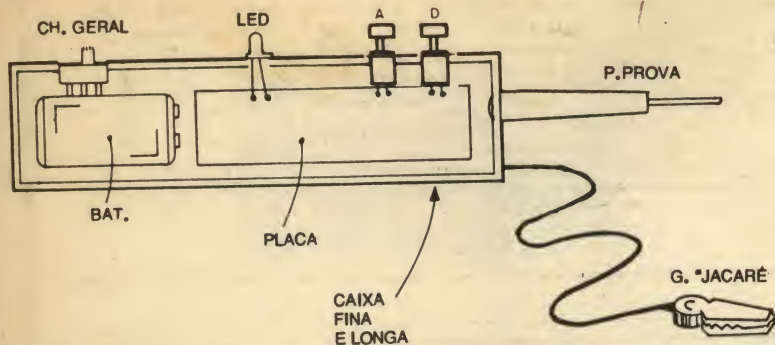

Fig.5
- FIG. 5 - ACOMODANDO AS "COISAS" NA CAIXA DO MIARD... - Usando-se o container longo e estreito, recomendado na LISTA DE PEÇAS, item OPCIONAIS/DIVERSOS, as "coisas" devem ser "enfiaadas lá dentro" conforme sugere o diagrama, de modo a proporcionar uma boa acomodação, alta compactação e bom "equilíbrio" de peso na peça final... Convém "calçar" os eventuais espaços "sobrantes", dentro da caixinha, com pedaços de isopor ou espuma de nylon, de modo que nada fique "jogando" no